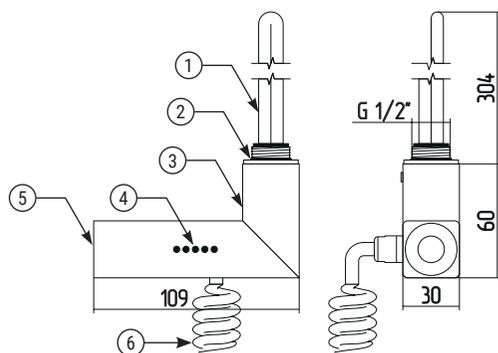
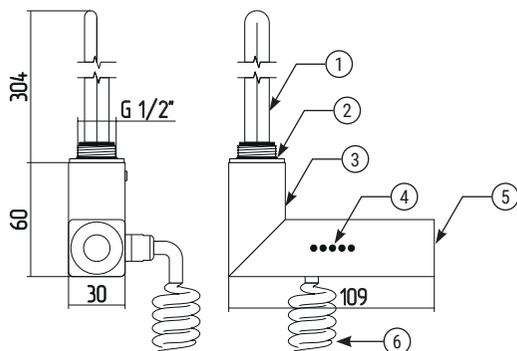

Рис.5
Рис.6
### 5.3. Составные элементы: правый ТЭН (рис. 5) или левый ТЭН (рис. 6).
- 6.2. Выбор различных режимов работы устройства (включение) происходит при последовательном нажатии на кнопку управления (см. рис. 5 «5»), находящуюся на торце изделия: